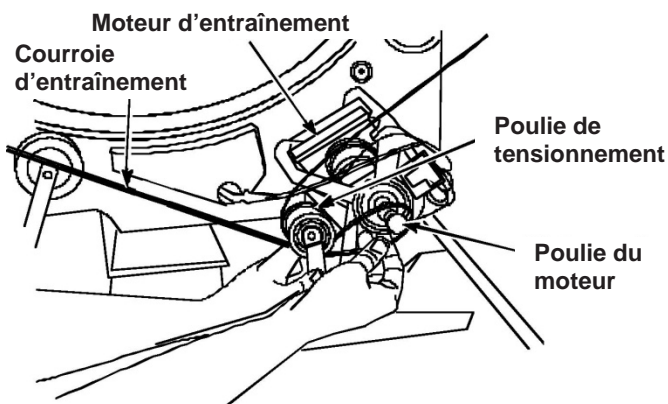

FIGURE 2
- Retirer la courroie du tambour en soulevant la poulie de tensionnement, puis en dégageant la courroie de la poulie du moteur. Retirer le tambour du châssis. Voir *Figure 2*.